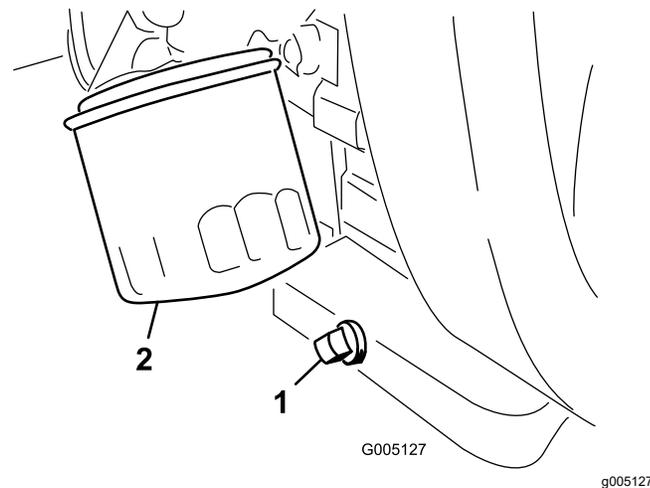

Figure 41
2. Nettoyez le filetage du bouchon de vidange, enduisez-le de produit d'étanchéité au PTFE et remettez le bouchon en place (Figure 41).
3. Déposez le filtre à huile (Figure 41).
1. Retirez le bouchon de vidange (Figure 41) et laissez couler l'huile dans un bac de vidange.